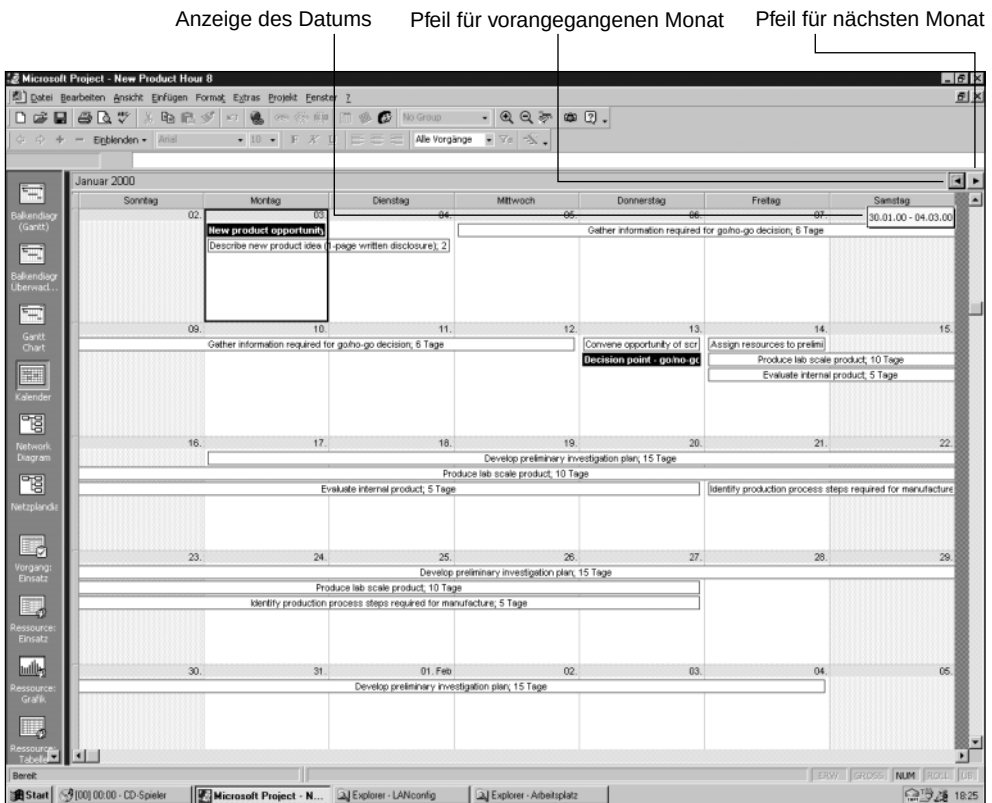

Abbildung 8.4: Ziehen Sie das Scroll-Feld, um zu einem bestimmten Datum zu gelangen.
- Mit der Bildlaufleiste können Sie sich im Kalender zeitlich vorwärts und zurück bewegen. Wenn Sie das Scroll-Feld der vertikalen Bildlaufleiste ziehen, wird Ihnen ein Feld mit Datumsanzeige dabei helfen, ein bestimmtes Datum zu finden (siehe Abbildung 8.4).